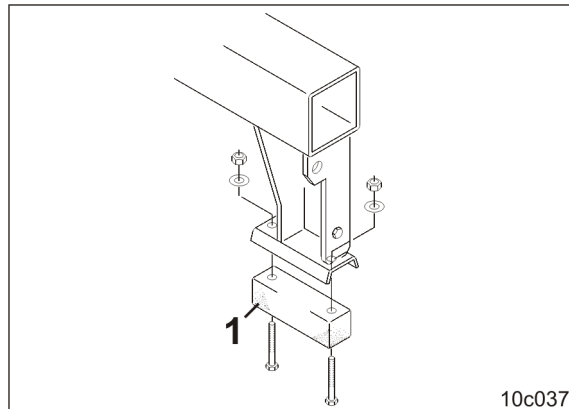

Fig. 104
- de deux supports en matière plastique (Fig. 104/1) et